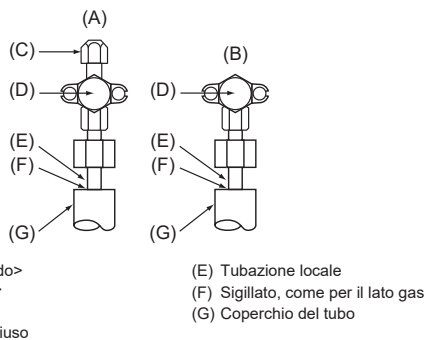

Fig. 4-4
4.4. Tubo del refrigerante e metodo di verifica tenuta (Fig. 4-4)
- Accertarsi che le valvole (A) (B) siano chiuse e non aprirle.
- Aggiungere pressione alle linee del refrigerante attraverso il punto per interventi di servizio (C) della valvola del liquido (A).
- Un calo di pressione nelle fasi (2) o (3) indica una perdita di gas. Cercare le cause della perdita.